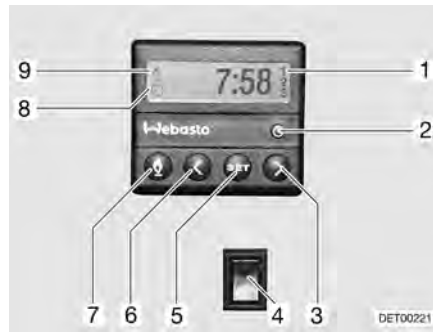

Fig. 168 Unidad de mando para la calefacción auxiliar
- Pulsar la tecla (Fig. 168,7). El funcionamiento de la calefacción se indica con el símbolo (Fig. 168,9). El ventilador apenas se conecta con una temperatura del agua de refrigeración de 30 °C.
- Pulsar la tecla (Fig. 168,7). Se apaga el símbolo (Fig. 168,9).
- Pulsar el interruptor (Fig. 168,4) por abajo. Se precalienta el motor. El ventilador se conecta inmediatamente.
- Pulsar el interruptor (Fig. 168,4) por arriba. El motor permanece frío.
- Pulsar la tecla (Fig. 168,2). El ajuste de la hora se indica con el símbolo (Fig. 168,8).
- Ajustar la hora con las teclas (Fig. 168,3 y 6).
- Pulsar la tecla (Fig. 168,5).
- Ajustar en 10 segundos el tiempo de conexión con las teclas (Fig. 168,3 y 6).
- Pulsar la tecla (Fig. 168,5) tantas veces como sea necesario hasta que aparezca en el display el número de programación (Fig. 168,1).